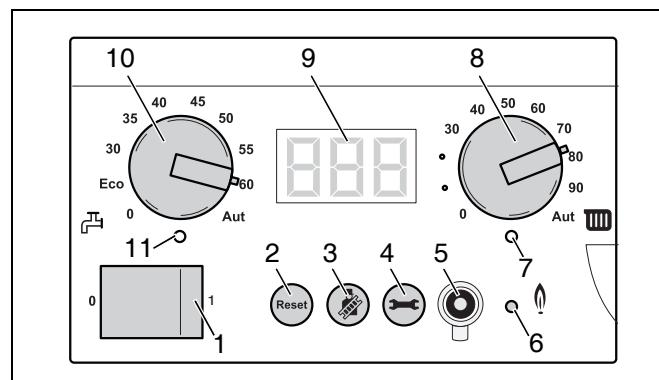

Fig. 76 Regolatore di base BC10
- Con la manopola "Valore nominale dell'acqua calda" (fig. 76, pos. 10) regolare la temperatura richiesta dell'acqua calda per l'accumulatore-produttore acqua calda (vedere tab 16).